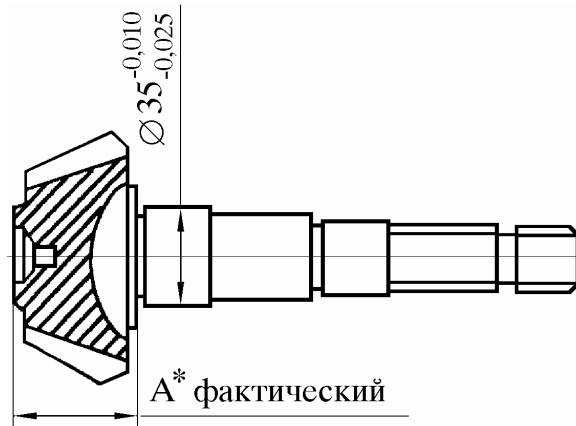

Рис. 12. Специальная оправка №1 для подбора регулировочного кольца:
6.4.1.1. **Изготовить специальную оправку №1** (рис. 12) из ведущей шестерни заднего моста, прошлифовав шейку под задний подшипник в размер  $\varnothing 35_{-0,010}^{-0,025}$  мм, как показано на рис. 12.